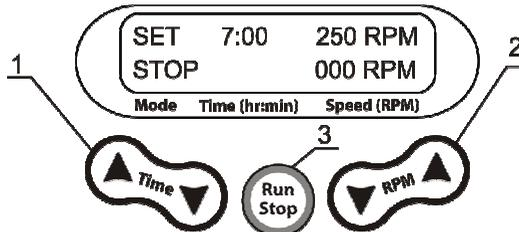

Abb. 1 Steuerung
- 4.3. Mit den Tasten ▲ und ▼**Time** (Zeit) (Abb. 1/1) können Sie das gewünschte Arbeitszeitintervall in Stunden und Minuten einstellen (Schrittweite 1 Min). Wenn Sie die Taste länger als 2 Sek gedrückt halten, wird die Schrittweite erhöht.
- 4.4. Stellen Sie die gewünschte Schüttelgeschwindigkeit (Schrittweite beträgt 10 rpm) mithilfe der Tasten ▲ und ▼**RPM** ein (Abb. 1/2). Wenn Sie die Taste länger als 2 Sek gedrückt halten, wird die Schrittweite erhöht. Die eingestellte Geschwindigkeit wird in der oberen Zeile des Displays angezeigt.
- 4.5. Drücken Sie die Taste **Run/Stop** (Laufen/Stopp) (Abb. 1/3). Die Plattform beginnt zu rotieren (Anzeige RUN [Laufen]) und der Timer beginnt mit dem Countdown des Zeitintervalls in der unteren Zeile des Displays.